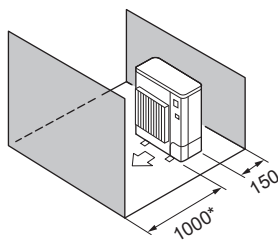

Fig. 2-11
- (5) Obstacles uniquement à l'avant et à l'arrière (Fig. 2-11)